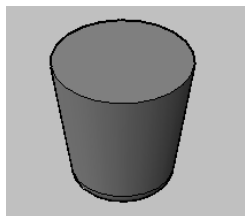

图 9-83 文件中已存在的实体
(1) 打开随书光盘中“CH9”文件夹中的“BD_抽壳.dwg”文件, 该文件中存在的实体模型如图 9-83 所示。
(2) 单击“抽壳”按钮, 或者在“修改”菜单中选择“实体编辑”→“抽壳”命令, 执行如下操作。